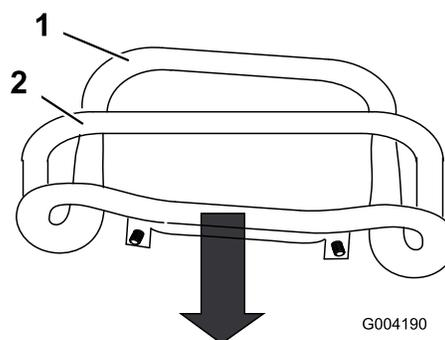

図 50
3. 走行コントロールを手前一杯に引いてコントロールの前部を基準バーに接触させる 図 50。